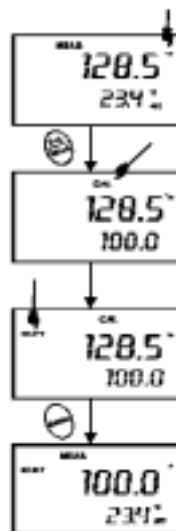

Figure 6: To calibrate for 100% saturation
3. 按 CAL 键，主屏幕上方显示 CAL 提示，主屏幕显示当前的测量值，而次屏幕将显示 100.0，参见图 6。
6. 参见图 6。